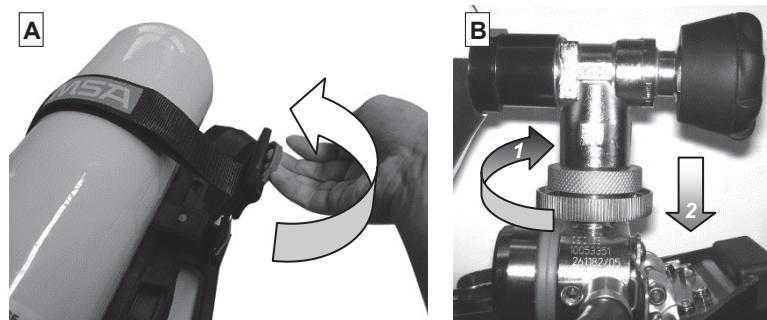

Bild 14 Entfernen der Druckluft-Flaschen
- (3) Falls kein T-Stück am Druckminderer angeschlossen ist, überprüfen Sie die O-Ringe auf dem Druckminderer und dem T-Stück und schrauben Sie das T-Stück lose hinein.
- (4) Öffnen Sie die Spannschnalle auf dem Flaschenband und erweitern Sie das Band (→ Bild 14).
- (5) Eine Druckluft-Flasche durch das Flaschenhalteband schieben, so dass das Flaschenventil zum T-Stück zeigt, und auf eine der äußeren Auflagen legen.
- (6) Flaschenventil am T-Stück lose anschrauben.
- (7) Zweite Druckluft-Flasche so durch das Flaschenband einschieben, dass das Flaschenventil zum T-Stück zeigt, und auf die andere äußere Auflage legen.
- (8) Zweites Flaschenventil am T-Stück lose anschrauben.
- (1) Falls erforderlich, *alphaCLICK*-Flaschenadapter handfest in T-Stück einschrauben.
- (2) Flaschenbügel (3) in senkrechte Position klappen, so dass er einrastet.
- (3) Öffnen Sie die Spannschnalle auf dem Flaschenband und erweitern Sie das Band (→ Bild 14).
- (4) Eine Druckluft-Flasche durch das Flaschenhalteband schieben, so dass das Flaschenventil zum T-Stück zeigt, und auf eine der äußeren Auflagen legen.
- (5) Flaschenventil am T-Stück anschrauben.
- (6) Zweite Druckluft-Flasche so durch das Flaschenhalteband schieben, dass das Flaschenventil zum T-Stück zeigt, und auf die andere äußere Auflage legen.
- (7) Zweites Flaschenventil am T-Stück anschrauben.